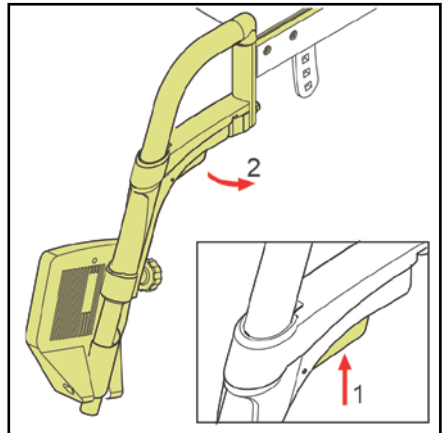

Abb. 6.2
2. Drehen Sie nach Möglichkeit die Beinstützen zur Seite weg (Abb. 6.2).